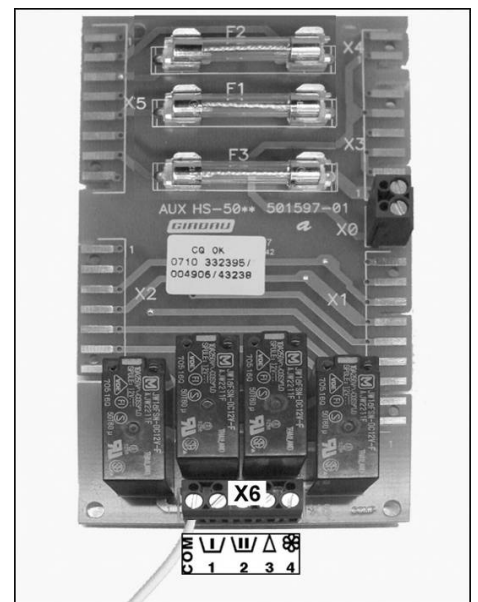

Fig. 3.13
**POTENTIAL FREE RELAY CONTACTS** (Fig. 3.13).